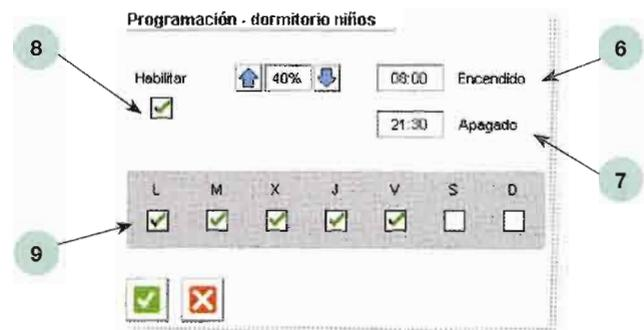

Fig. 6.33. Definición de la programación horaria.
5. Pulsa el botón **Añadir** para configurar una programación horaria sobre el dispositivo (Fig. 6.33).